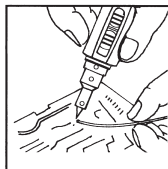

Abb. 7
3. Die Flamme der Lötlampe einstellen, indem der Hebel für die Einstellung der Flamme von links (-) nach rechts (+) bewegt wird, je nach der für die auszuführende Arbeit benötigten Temperatur. *Siehe Abb. 7.*